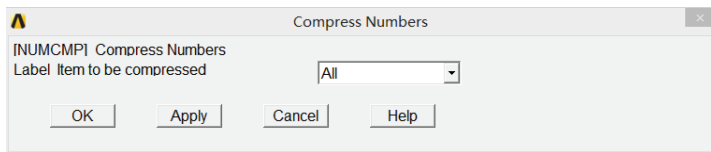

图 5-156 压缩实体编号对话框
4) 选择 Main Menu | Preprocessor | Numbering Ctrl | Compress Numbers 命令, 出现 Compress Numbers 对话框, 在 Label Item to be compressed 下拉选框中选择 All, 如图 5-156 所示, 单击 OK 按钮关闭该对话框。